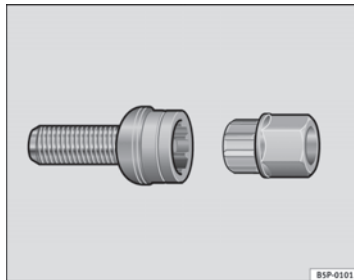

Abb. 134 Sicherheitsradschraube mit Adapter
- Stecken Sie den Adapter (B) ⇒ Abb. 134 mit seiner verzahnten Seite bis zum Anschlag so in die innere Verzahnung der Sicherheitsradschraube (A), dass nur noch der äußere Sechskant herausragt.
- Stecken Sie den Radschlüssel bis zum Anschlag auf den Adapter (B).